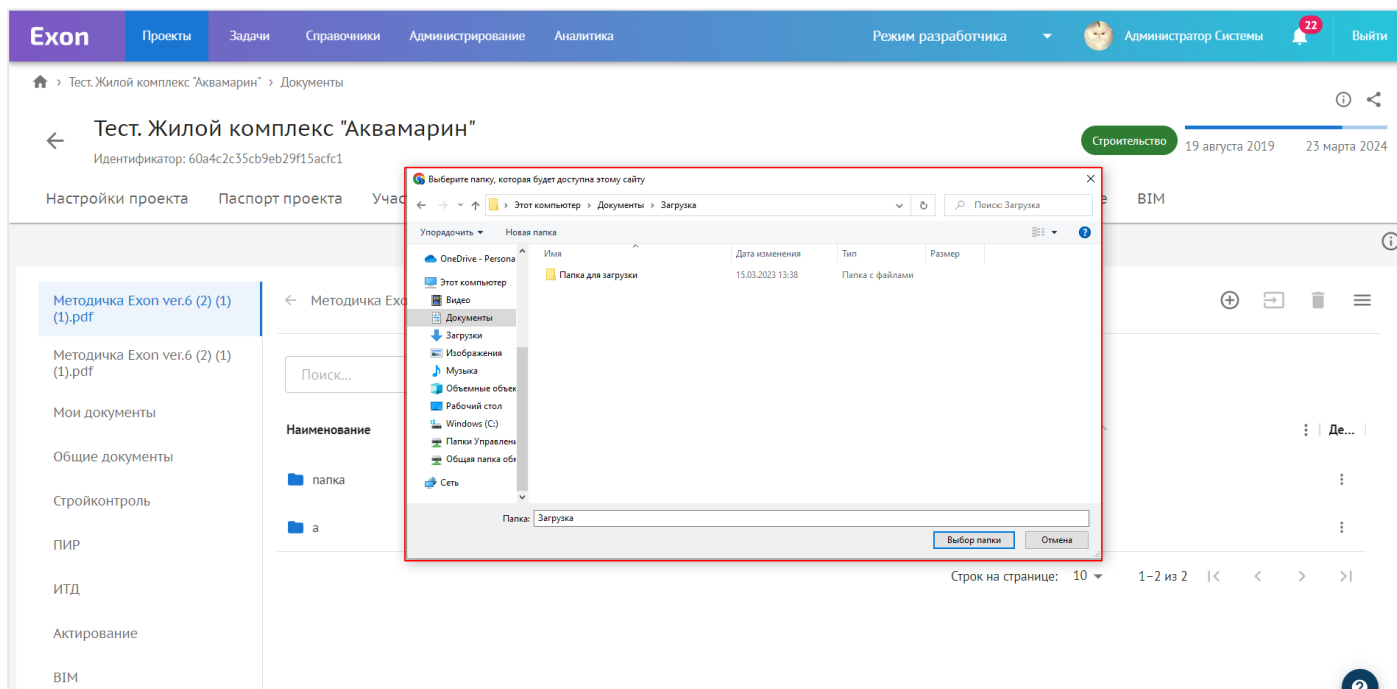

Рис. 45 – Загрузка документов и папок
5. При выборе действия «Загрузить папку» или «Загрузить документ», необходимо загрузить папку или документ с рабочего стола компьютера (рис.45);